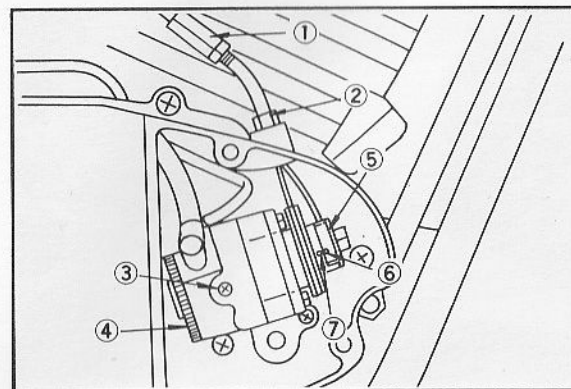

Fig. 2-5-8
- d. If the mark (7) and pin (6) are not in alignment, loosen cable length adjuster locknut on top of crankcase cover and adjust cable length until alignment is achieved. (Fig. 2-5-8)
- d. Si le repère (7) et l'axe (6) ne sont pas alignés, desserrer le contre-écrou de réglage de longueur du câble en haut du couvercle de carter et ajuster la longueur du câble pour obtenir l'alignement correct. (Fig. 2-5-8)